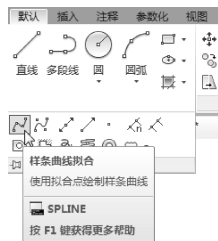

图 2-76 “绘图”面板
- 功能区: 单击“默认”选项卡“绘图”面板中的“样条曲线拟合”按钮或“样条曲线控制点”按钮，如图 2-76 所示。